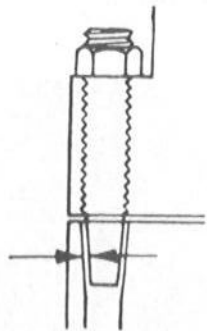

Bild 158
2. Motor starten und mit 1.500 U/min. laufen lassen. Sicherungsmutter (2) auf der Ventileinstellschraube (1) lösen und Schraube festziehen, bis sie aufsitzt.
3. Stift (3) herausnehmen (Befestigung des Verstellgestänges zum oberen Hebel) und Gestänge so verkürzen oder verlängern, daß sich der Stift leicht hereinstecken läßt und somit die Verbindung zwischen oberem Hebel und Gestänge wieder hergestellt ist.
4. Stift (3) einsetzen (Unterlegscheibe obenauf) und mit Splint sichern.
5. Einstellschraube (1) 7 volle Umdrehungen zurückdrehen und dann sorgfältig mit der Sicherungsmutter sichern. Dadurch wird der oben erwähnte Abstand von 1,0 mm erreicht (Bild 158). Weitere Einstellungen sind nicht erforderlich.